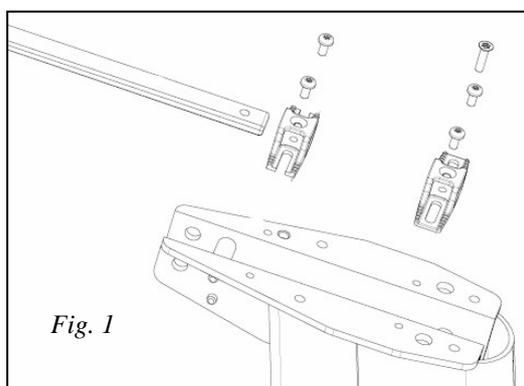
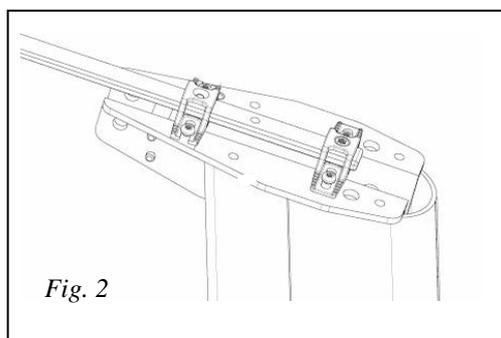

Fig. 1
Fig. 2
5. Fixer les pattes en plaçant en dessous au moins une rondelle comme isolateur; (Fig. 1). Utiliser au besoin, des rondelles supplémentaires. Assurez-vous que les drisses et les réas ne soient pas au contact de la latte de pataras (Fig. 2).
6. Placer 3 ou 4 rondelles entre les pattes (Fig. 1), assurez-vous que la latte de pataras ne soit pas bloquée. (Il peut être nécessaire de courber les pattes).